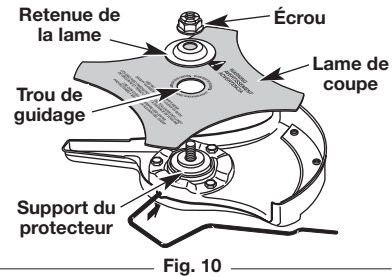

Fig. 10
- Placez la lame de coupe sur la bague de l'arbre de sortie (Fig. 10).